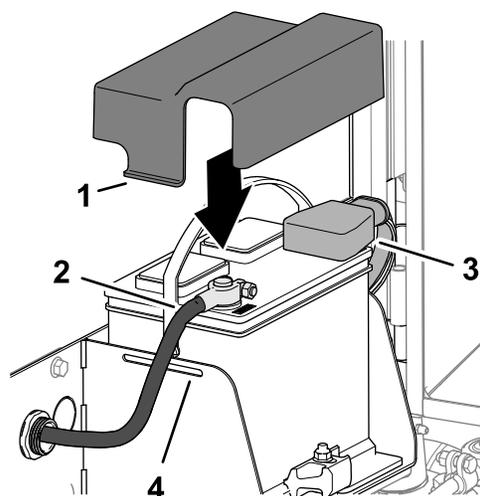

図 101
- バッテリーのプラス端子に、プラスケーブル赤を接続する **図 101**。